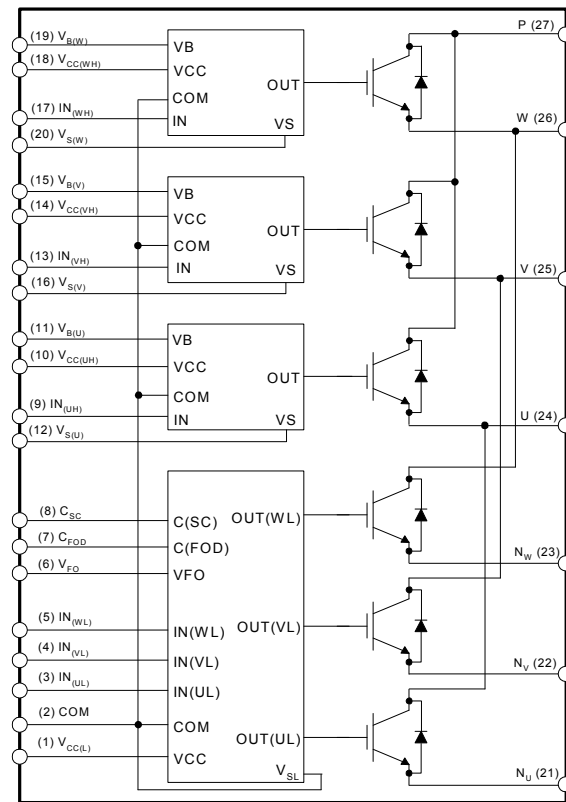

图 3. 内部框图
- 600 V - 20 A IGBT 逆变器，适用于三相 DC / AC 功率变换（请参见图 3）